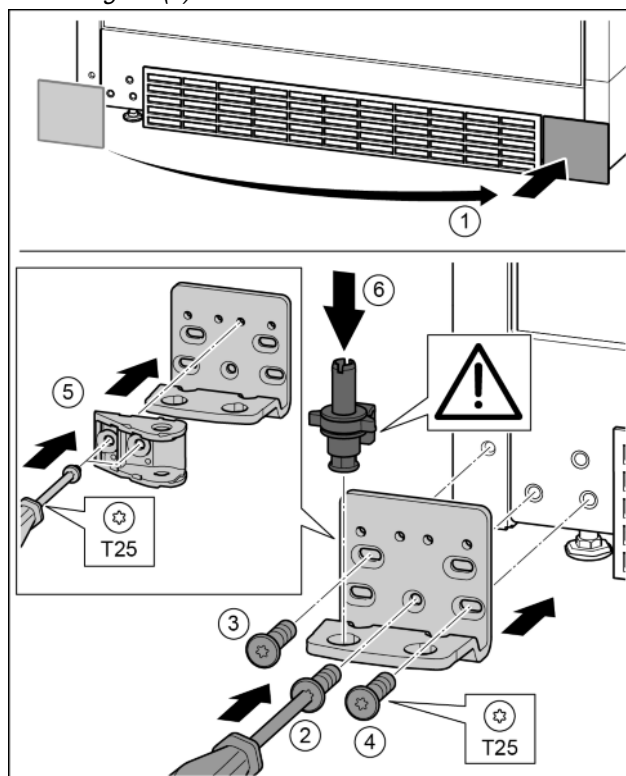

Fig. 34
- ▶ Снять крышку и поставить с другой стороны. *Fig. 34 (1)*
- ▶ Установить опорный кронштейн с другой стороны и прикрутить с помощью отвертки T25. Начинать с винта 2 в центре. *Fig. 34 (2)*
- ▶ Затянуть винты 3 и 4. *Fig. 34 (3, 4)*
- ▶ Повернуть соединительный элемент амортизатора закрывания дверей на 180°. Прикрутить с другой стороны опорного кронштейна с помощью отвертки T25. *Fig. 34 (5)*
- ▶ Снова установить опорный палец в сборе. При этом следить за тем, чтобы выступ фиксатора был направлен назад. *Fig. 34 (6)*